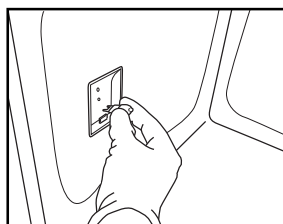

Fig. 8
4. Substitua a lâmpada (ver nota sobre o tipo de lâmpada) (Fig. 8).